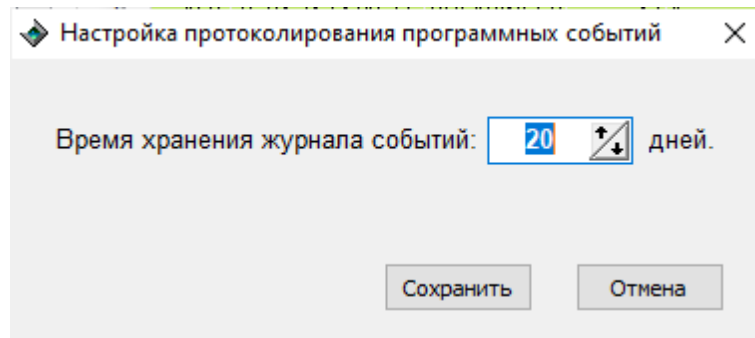

Рисунок 138. Настройка протоколирования программных событий.
- нажатие на кнопку **[Настройки]** выводит на экран окно **"Настройка протоколирования программных событий"** (рисунок 138).